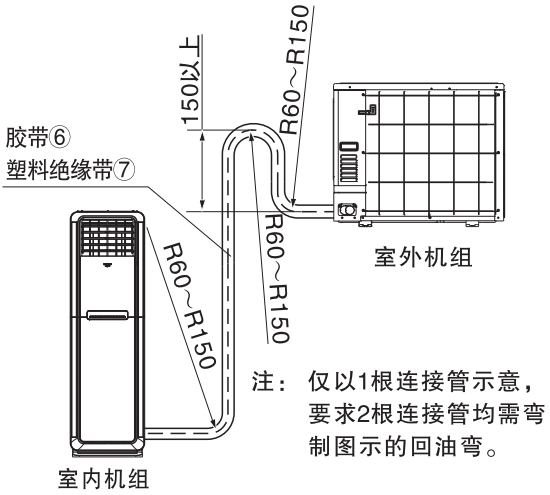

图8
- 注: (1) KFR-72LW/BpH所配连接管②、③长度为5米, KFR-53LW/BpE所配连接管②、③长度为4米, 允许连接管最大长度为15米, 延长配管不需要追加制冷剂, 每增加连接管长度1米, 机组的能力将有所下降。
- (2) 安装时如必须加长连接管, 请按表(1)要求连接。
- (3) 室内、外机高度差必须小于5米。
- (4) 当室外机比室内机高时, 必须将铜管弯制“回油弯”如图8。